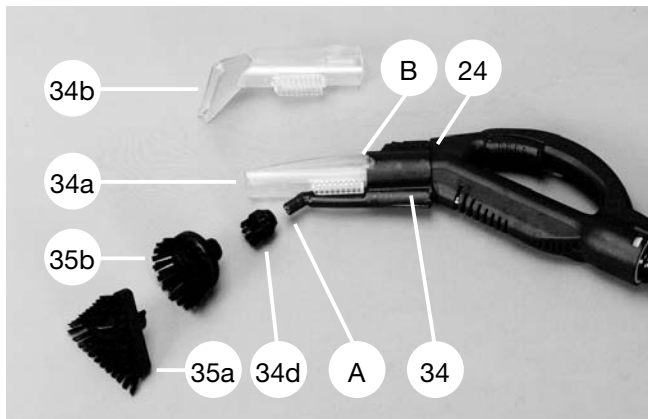
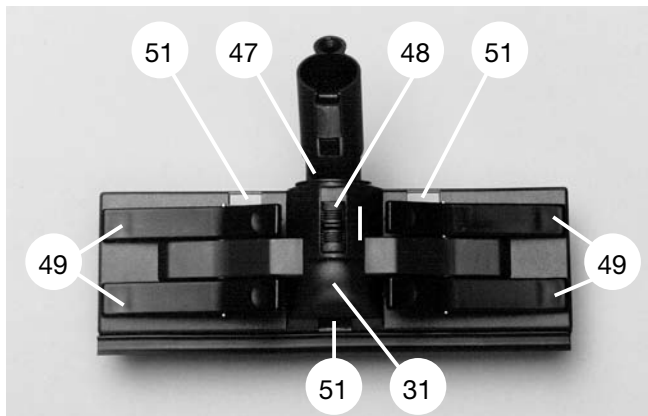
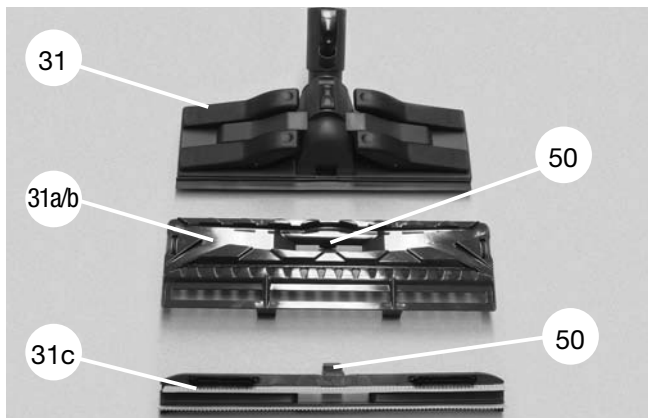

Bild 2
Bild 6
Bild 7
- 4.1 Zum Dampfdruckreinigen können je nach Verwendungszweck die Düsen 34 oder 35 (Bild 1) direkt oder mittels Verlängerungsrohren 28 (Bild 1) an den Sicherheitshandgriff 24 aufgesteckt werden. Die Dampfdruckreinigung kann ohne oder mit Bürstenvorsätzen erfolgen. Die Bürsten 34c, 34d, 34e, 35a und 35b (Bild 1) können auf Punkt A (Bild 2) aufgesteckt werden. Zum gleichzeitigen Absaugen lassen sich wahlweise die Saugdüsen 34a oder 34b in Punkt B (Bild 2) einstecken.
4.7 Die Rechteckdüse 31 (Bild 6) kann direkt oder mittels Verlängerungsrohren 28 (Bild 1) an den Sicherheitshandgriff 24 (Bild 2) aufgesteckt werden. Das drehbare Gelenk 47 (Bild 6) der Rechteckdüse kann mit der Verriegelung 48 (Bild 6) festgestellt werden. Die Rechteckdüse 31 ist je nach verwendetem Einsatzteil für die Dampfdruckreinigung und / oder zum Saugen geeignet.
Der Gleiteinsatz 31a/b (Bild 7) ist zum Saugen von trockenem Schmutz auf harten Flächen geeignet.
Mit dem Gleiteinsatz 31a/b (Bild 7) können Teppiche, Teppichböden etc. abgesaugt und Dampfdruck gereinigt werden. Für spezielle Zwecke kann zusätzlich ein Reinigungstuch über den Gleiteinsatz 31a/b gespannt und mit den Klammern 49 fixiert werden (Bild 7).
Der Gummilippeneinsatz 31c (Bild 7) wird verwendet, um von harten Flächen (Fliesenböden etc.) flüssigen Schmutz abzusaugen. Gleichzeitige Dampfdruckreinigung ist möglich.
4.8 Zum Montieren der Einsatzteile 31a/b u. 31c die Arretierungen 50 der Einsatzteile in die Öffnungen 51 der Rechteckdüse 31 (Bild 6) einstecken und den Einsatz in die Rechteckdüse drücken bis die Arretierungen 50 einrasten (Bild 7).
4.9 Zum Demontieren der Einsatzteile 31a/b u. 31c auf die Arretierungen 50 drücken bis diese herausrasten, Einsatz nach unten herausnehmen (Bild 7).